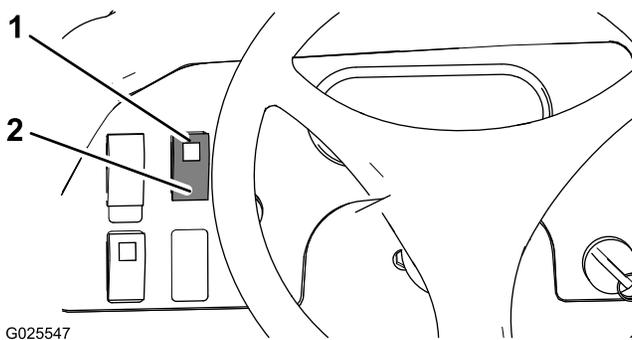

Bild 34
- Drücken Sie den Differenzialsperreschalter nach oben, um das Differenzial zu sperren (Bild 34).
- Drücken Sie den Differenzialsperreschalter nach unten, um das Differenzial zu entsperren (Bild 34).